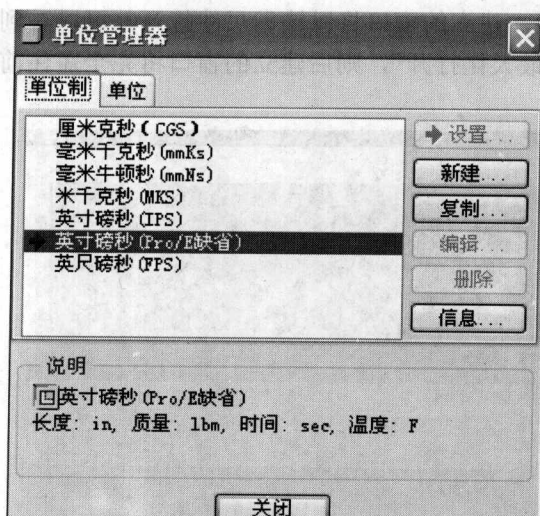

图 1-16 “映射键”菜单
(2) 然后单击“单位”命令, 系统弹出如图 1-16 所示的“单位管理器”对话框。下面介绍对话框中各个选项卡的功能。